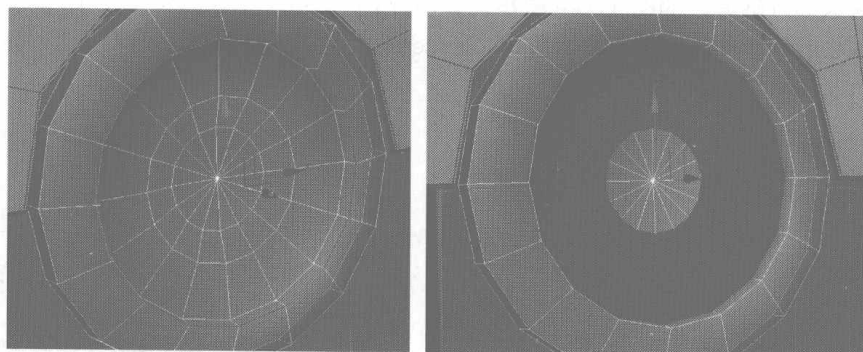

图 4.117
- 06** 在 Perspective 视图中向外拉伸、调整如图 4.117 左图所示的边线, 再选择右图所示的面, 在 Edit Polygons